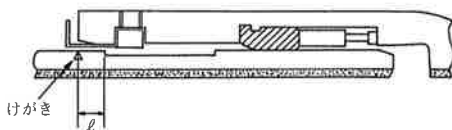

図36 挿入位置
- (1) 管頂部の挿し口溝端より ℓ の位置 (図36および表6参照) にチョークなどでけがき線を入れる。
- (2) 挿し口を受口に押し込みけがき線と受口端面が一致する位置まで挿入する。